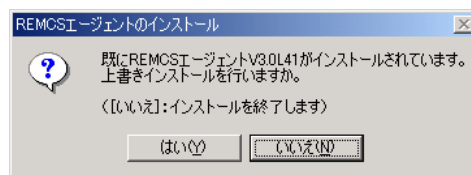

図 3-16 上書きインストール確認メッセージ
- 1 REMCS エージェントの CD を挿入します。挿入後、自動的に上書きインストール確認メッセージ(図 3-16)が表示されます。